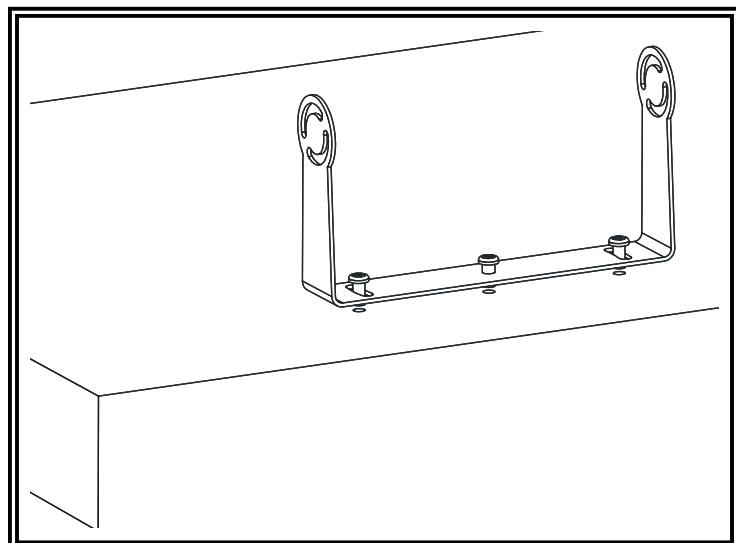

Figura 4
1. Elija la posición adecuada en el vehículo y fije la abrazadera del soporte en U con tornillos (Figura 4)